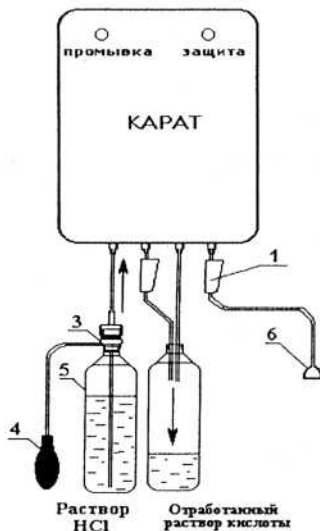

Рис. 3. Схема промывки установки
9.3.2. Навернуть переходную втулку (3) (Рис.3.), в сборе с нагнетателем (4) на пустую пластиковую бутылку (5). На втулку навернуть насадку трубки «вода» и с помощью нагнетателя выдавить воду из установки.